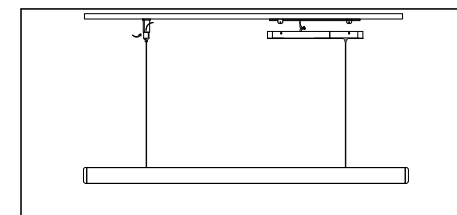

Рис. 4
- Закрепите корпус драйвера на монтажной пластине с помощью винтов (рис. 4).